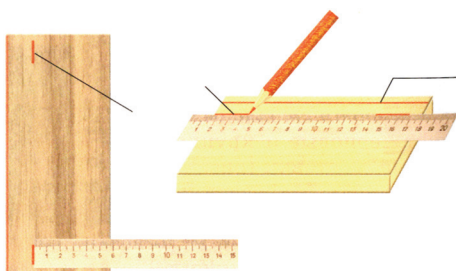

Рис. 6. Приёмы разметки линейкой
- **Линейкой с делениями** измеряют и размечают малогабаритные заготовки (рис. 6);